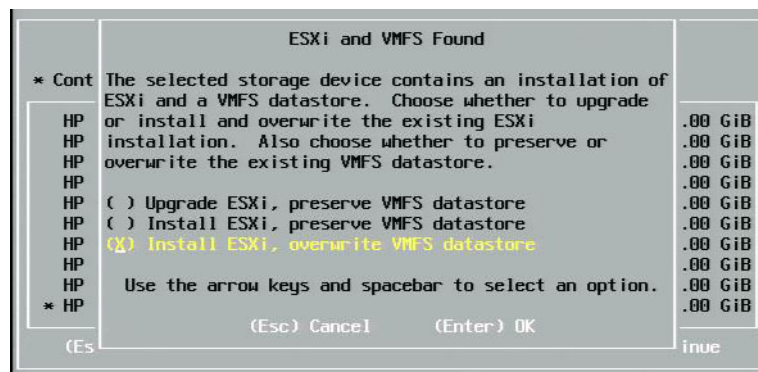

Ilustración 13-29. ESXi y VMFS encontrado
5. En la ventana ESXi and VMFS Found (ESXi y VMFS encontrado) (Ilustración 13-29), seleccione el método de instalación.